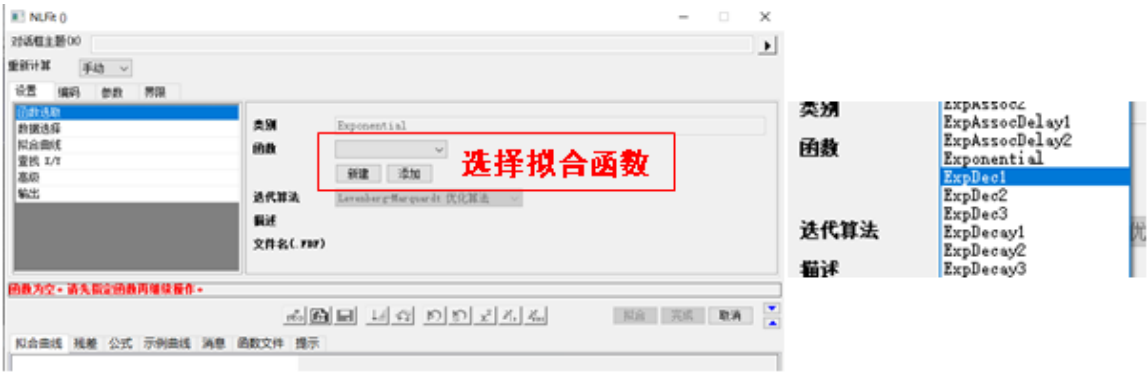

图 6-9 拟合数据选择
(3) 之后开始拟合，先选择 C 列，然后按下图打开拟合数据框，如图 6-9。